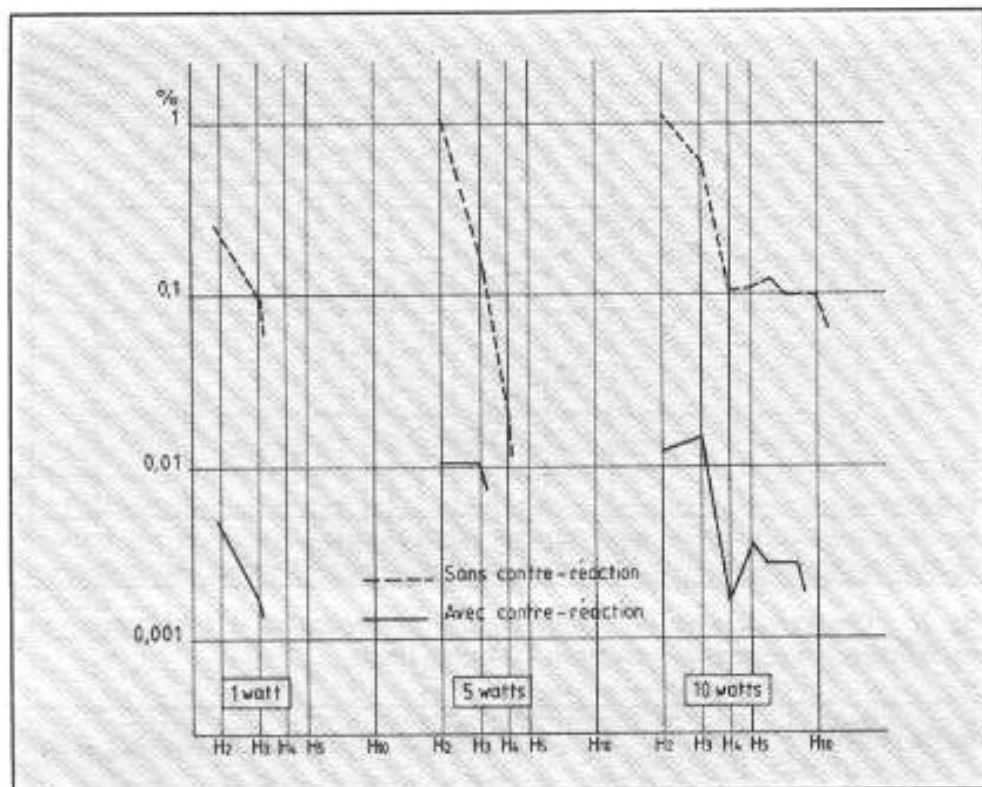

Fig 3b : Influence de la contre-réaction à 1 kHz sur la distorsion par harmoniques.
a) la raie d'ordre 3 ne se trouve pas réduite en proportion du taux de contre-réaction appliqué (voir notamment fig. 3b).